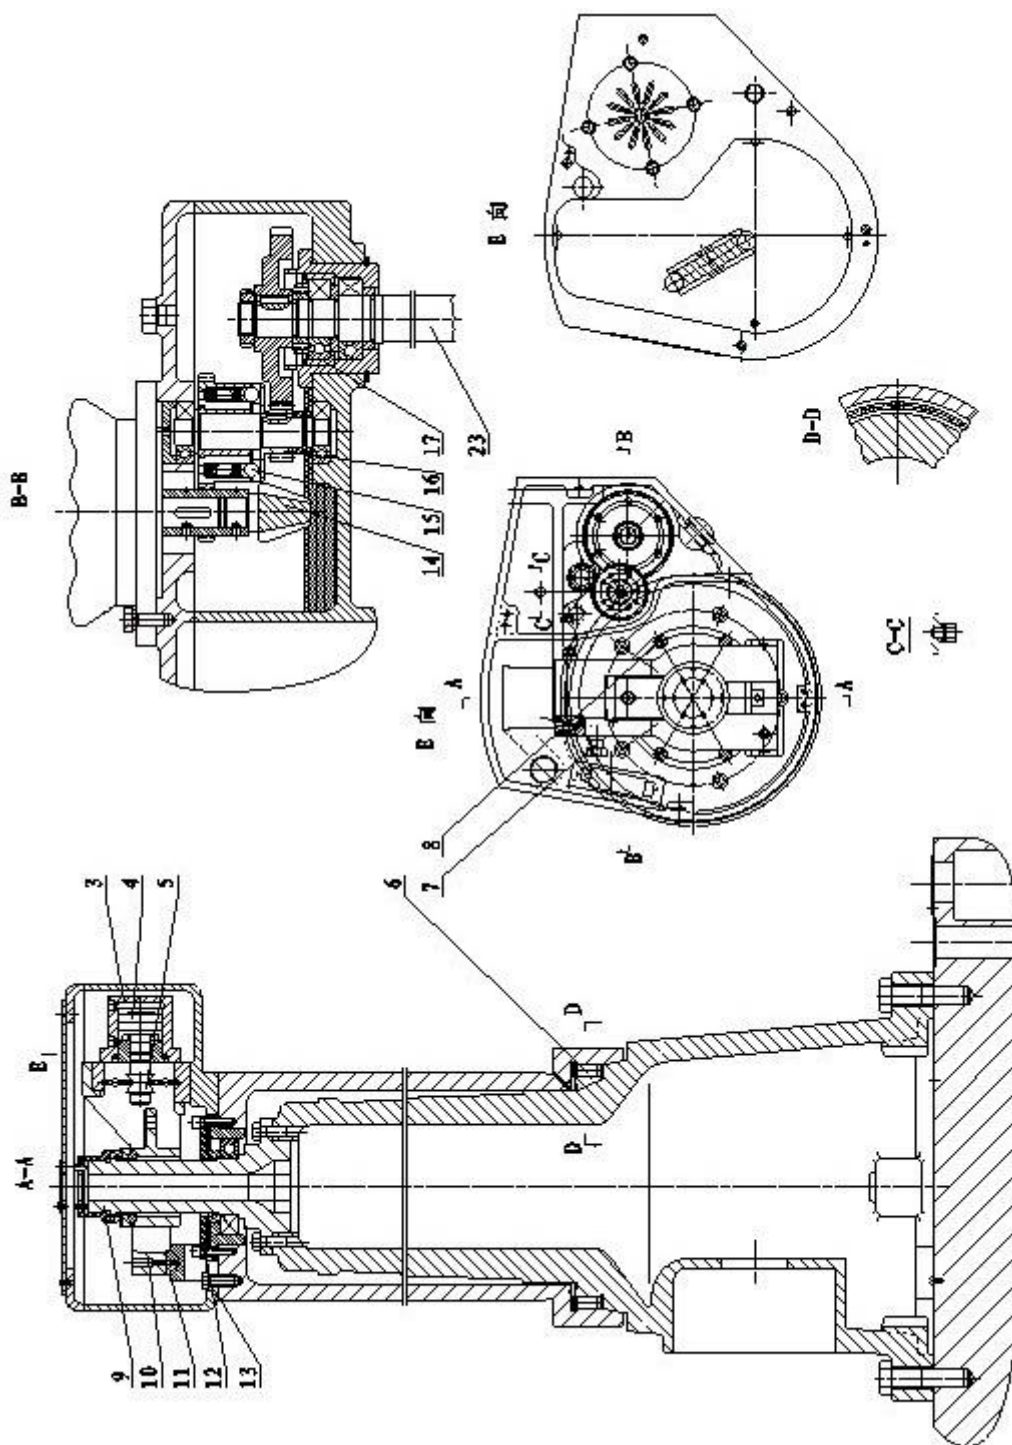
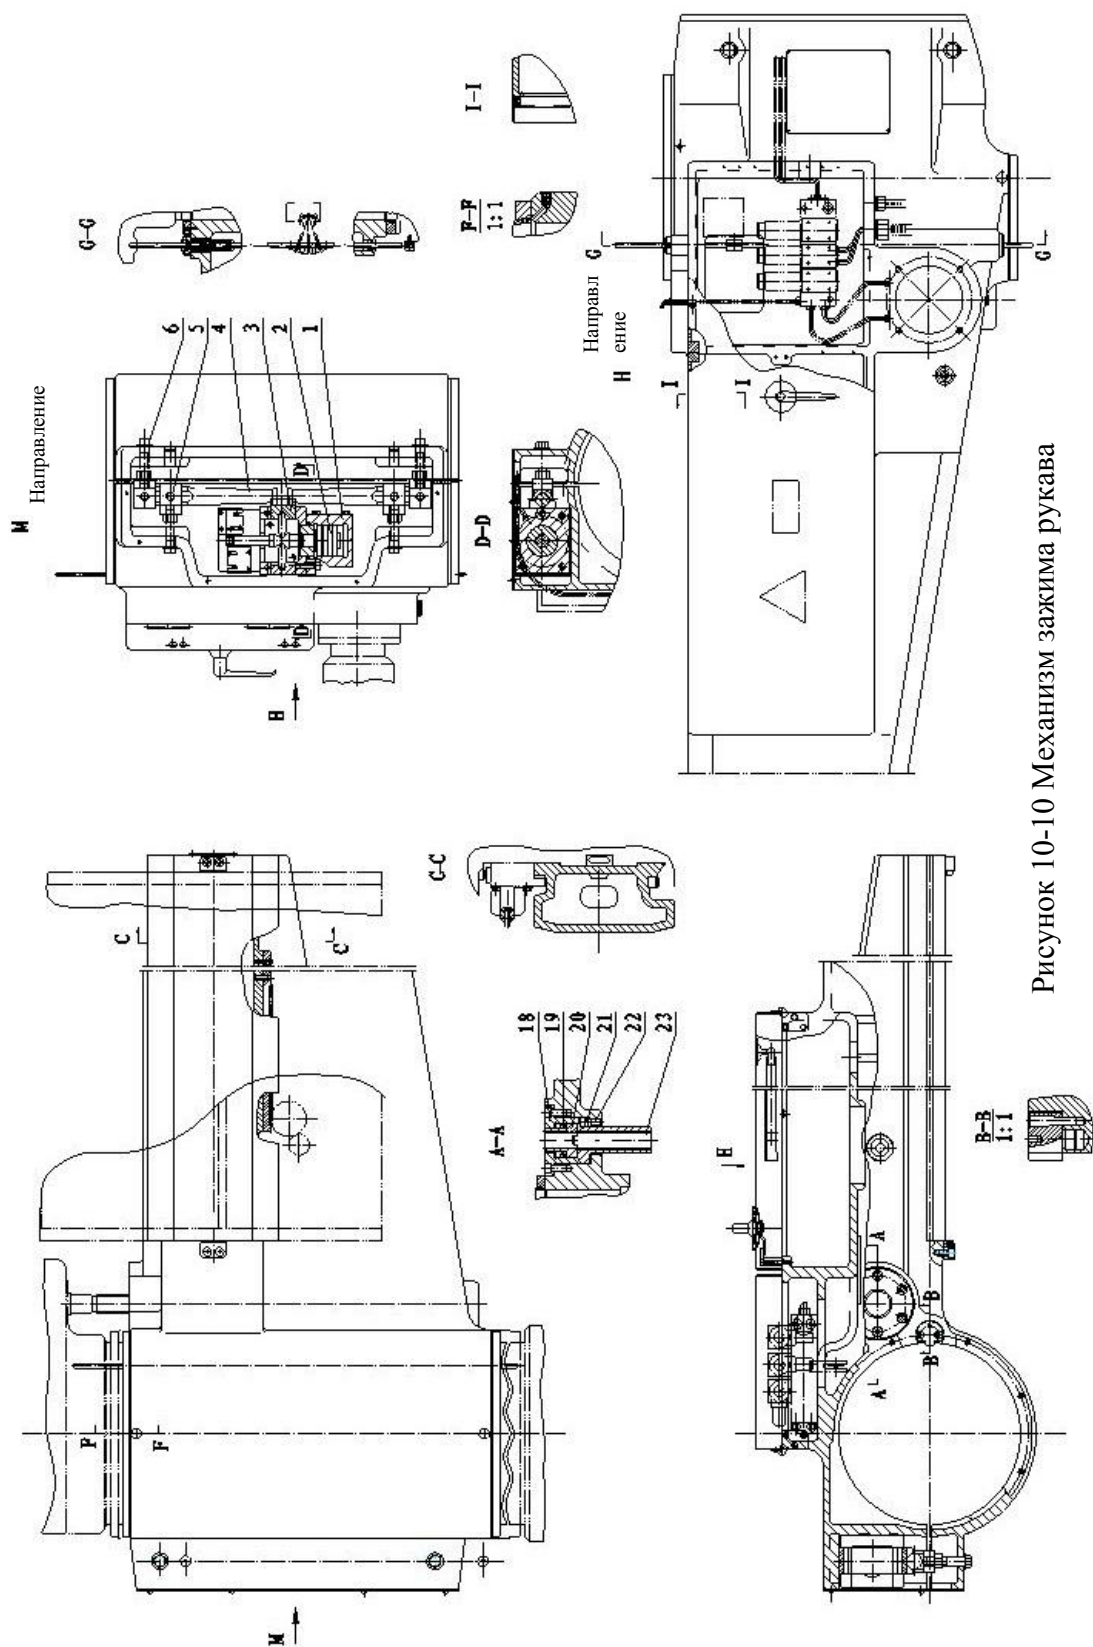

Рисунок 10-9 Зажим колонны и подъем рукава
Рисунок 10-10 Механизм зажима рукава
10.4. Подъем рукава (Рисунок 10-9, 10-10)
Внутри корпуса подъемного устройства 13, оборудованного каркасом для подъема рукава (показано на рис. 10-9, секции В-В), находится двигатель подъема, запускаемый подъемным звеном 23 с низкооборотным двигателем и стальной шариковой предохранительной муфтой 15. Подъем гайки 21 (показано на рис.10-10, секции А- А) ограничивается штифтом 22, поэтому вращение невозможно. Звено 23 при перемещении в обратном направлении может приводить в движение рукав вверх и вниз, чтобы обеспечить приток смазки ко всем частям трансмиссии в подъемном каркасе, имеется комплект для защиты от брызг, установленный на валу 14 двигателя. Для изучения подъемной гайки 21 на предмет истирания после долгого срока службы и, в случае возникновения такого истирания, имеется предохранительная гайка 20. Если подъемная гайка 21 повреждена, рукав может перемещаться вниз до соприкосновения с нажимной крышкой 18, нажимная крышка 18 поддержит рукав в случае возникновения непредвиденных обстоятельств. Гайка 17 используется для ограничения звена 23 в направлении вала, когда рукав перемещается вверх и вниз до конца хода, а не до стальной шариковой предохранительной муфты 15, звено нажмет на электрический выключатель и двигатель подъема прекратит вращение, а затем остановится вверху или внизу. Пока рукав перемещается вверх и вниз, в случае возникновения непредвиденных обстоятельств или если электрический выключатель не сработает, стальной шарик нажмет на пружинную колодку, движение вверх и вниз прекратится. Перемещение рукава вверх и вниз связано с автоматическим вращением зажима, за информацией просим обратиться к главе «Электрическая система».
10.5 Зажим рукава (Рисунок 10-10)
(2) Регулировка зажима на колонне (Рисунок 10-9)
(3) Регулировка силы зажима рукава (Рисунок 10-10)